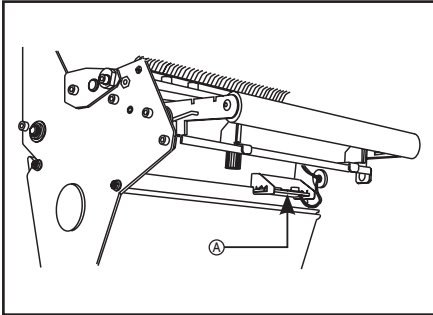

Figure 13
1. Repérez le détecteur d'étiquettes inférieur (Figure 13-A) sous le rouleau libre arrière. (Attache élastique maintenant une carte de circuits imprimés).